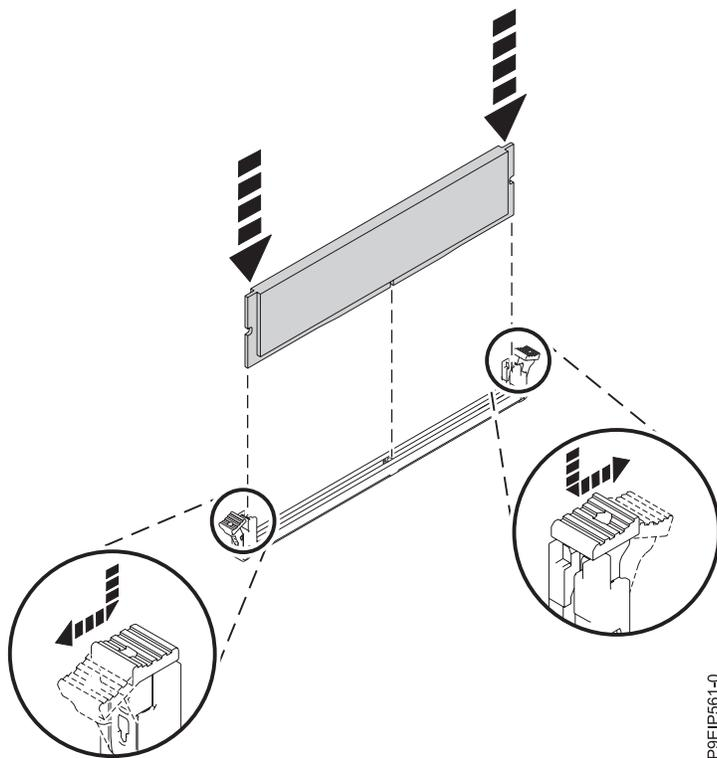

図 42. メモリー DIMM の挿入
- b. ロッキング・タブがカチッと音がして所定の位置にロックされるまで、メモリー DIMM の両端をしっかりと押し込みます (図 42 を参照)。